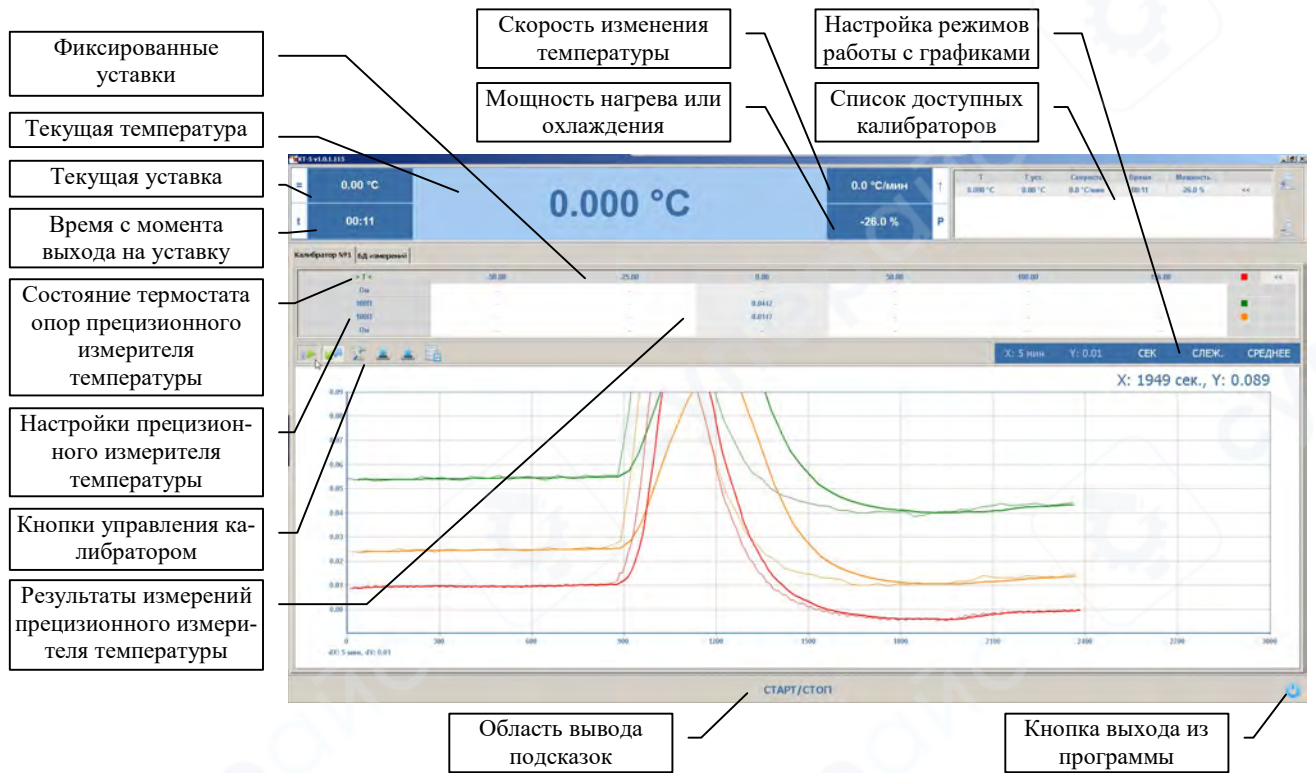

Рис. 9
4.4.2 После запуска программы на дисплее ПК появится картинка, аналогичная рис. 9.